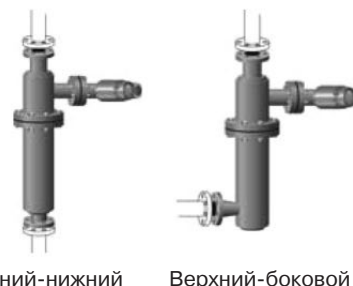

Рис. 1. Тип/форма камеры буйкового уровнемера.
2. По рис.1 определите тип/форму выносной камеры.